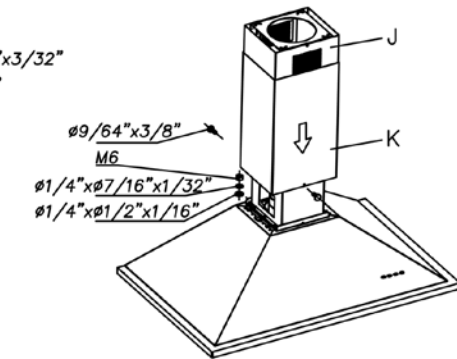

Fig. 5
• Introduire le tube K et le laisser levé (Fig. 5).
• Fixer la hotte à la structure télescopique au moyen des 4 écrous et des rondelles (Fig. 5).
• Baisser le tube K et le fixer à la hotte avec 2 vis (Fig. 5).